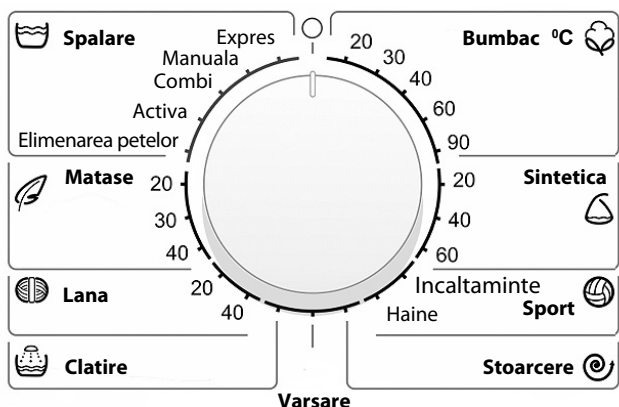

Figura 2 — Mânerul de alegere a programului de spălare
1.1.2 **Selectorul** este folosit pentru pornirea/oprirea mașinii și alegerea programului de spălare, în conformitate cu figura 2. În jurul selectorului sunt imprimate denumirile programelor și simbolul ○. Selectorul se rotește în ambele direcții (în sensul acelor de ceasornic sau în sensul contrar acelor de ceasornic), și se fixează la diviziunea corespunzătoare a programului selectat. La fixarea selectorului la simbolul ○ mașina se oprește.
1.3.2 Pentru a porni mașina fixați selectorul în conformitate cu figura 2 la diviziunea programului de spălare necesar — se aprind indicatorii operației de spălare a programului selectat.